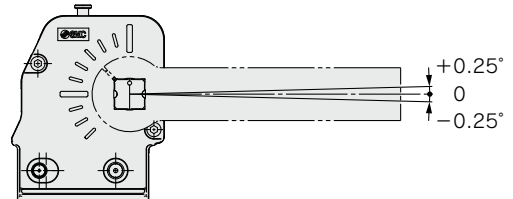

図1
- 2) 本製品は外部でシム調整を行うことを前提としており、クランプ端において図1のように -0.25° から $+0.25^\circ$ の機差があります。